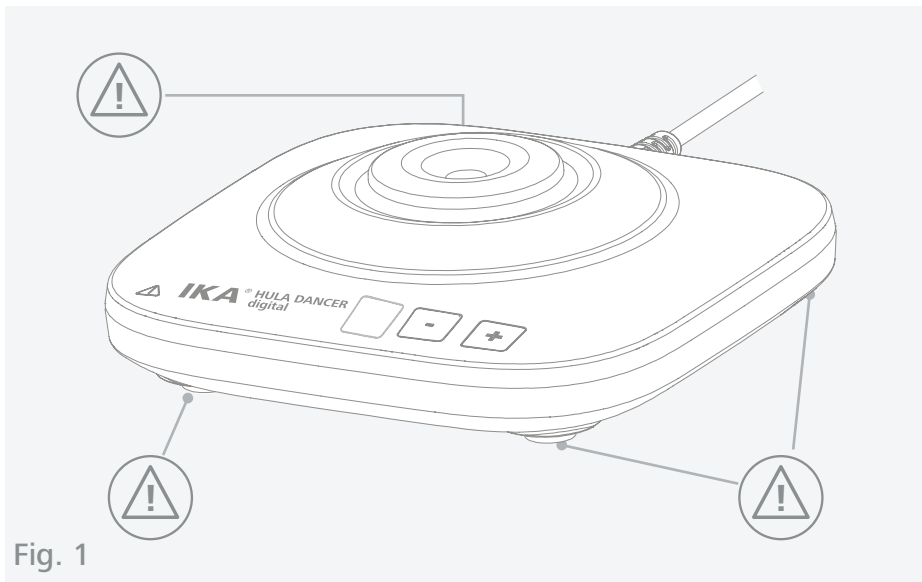

Fig. 1
- › Tenir compte des emplacements dangereux représentés dans la Fig. 1.